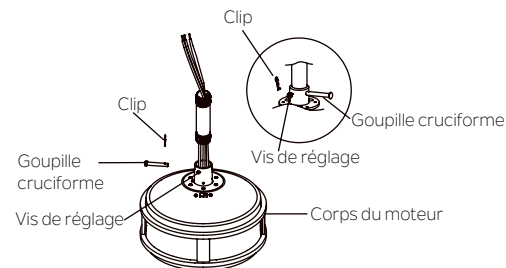

Fig. 8
**Étape 4.** Desserrer les deux vis de réglage et retirer le clip et la goupille cruciforme de l'accouplement supérieur du corps du moteur et faire passer délicatement les fils du ventilateur à travers la tige de descente. Visser la tige de descente sur l'accouplement du moteur jusqu'à ce que les trous des goupilles transversales soient alignés. Remplacez ensuite la goupille cruciforme et le clip, puis serrez les deux vis de réglage. (Fig.8)